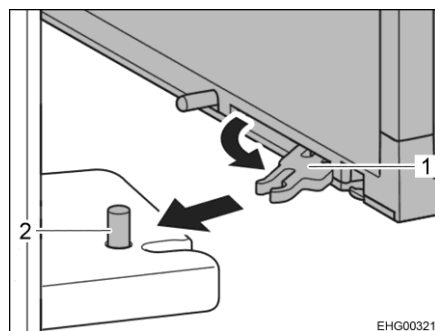

Fig. 83 Bloqueo de la puerta del frigorífico
- En el lado interior de la puerta del frigorífico plegar el separador (Fig. 83,1) arriba y abajo hacia fuera y tirarlos hacia delante.
- Dejar que cada separador engatille en el perno (Fig. 83,2) correspondiente.